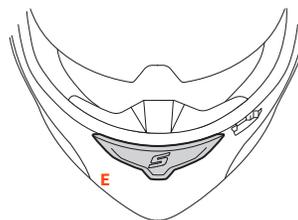

FIGURE 3
- Figure 3: prise d'air complètement fermée.